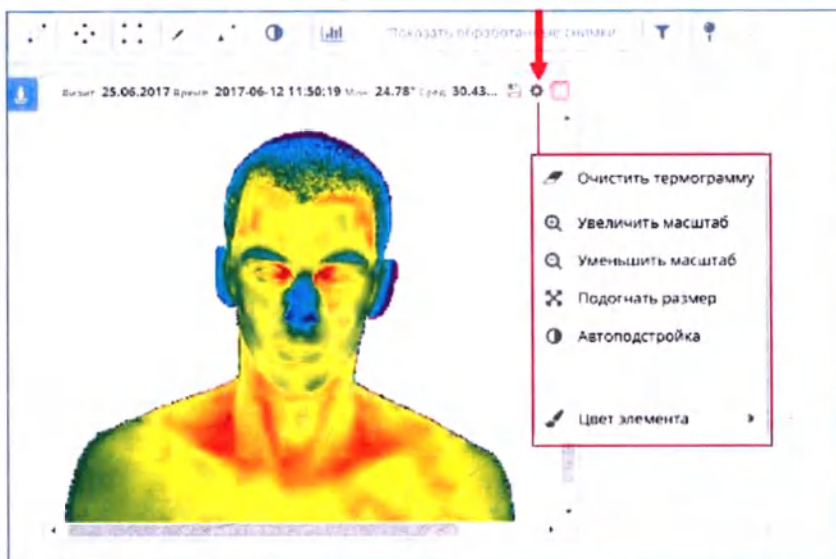

Рисунок 52. Обработка изображения непосредственно в термограмме.
- а. При наведении курсора и нажатии левой клавиши мыши на значок  на термограмме (Рисунок 52), появляется выпадающее меню, с помощью которого можно выполнить перечисленные изменения, сохранив их нажатием на значок  непосредственно на термограмме